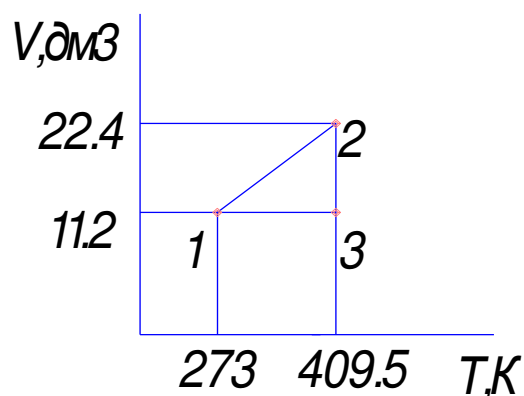

Рис.2
5. На V - T -диаграмме изображен замкнутый процесс, который совершает некоторая масса азота (рис.2). Известно, что минимальное давление газа в этом процессе $P_{\text{min}} = 3 \cdot 10^5 \text{ Па}$. Определить массу газа и его давление в точке 1. Значения T_1 , T_2 , V_1 и V_2 указаны на рисунке.